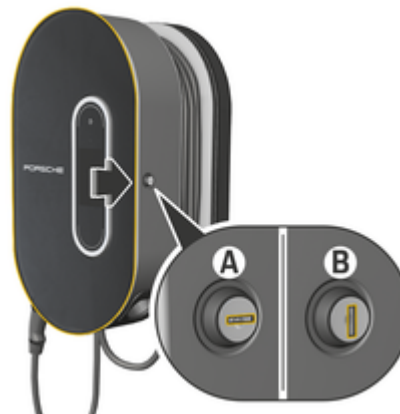

Fig. 50: Muelle de carga
- ▶ Gire el bloqueo a la posición **A** (Fig. 50).
- ▶ Presione el bloqueo a la posición **B** (Fig. 50).